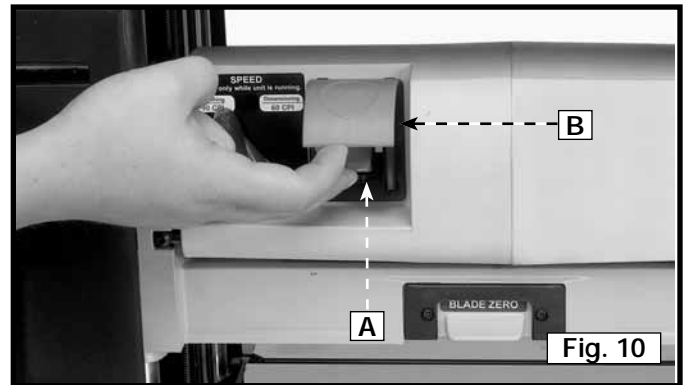

Fig. 10
L'interrupteur marche/arrêt (A) fig. 10, est situé à l'avant du moteur de la raboteuse. Pour allumer la machine, déplacer l'interrupteur (A) en position « MARCHE » (ON). Pour éteindre la machine, enfoncer l'écran de protection de l'interrupteur (B) fig. 10.